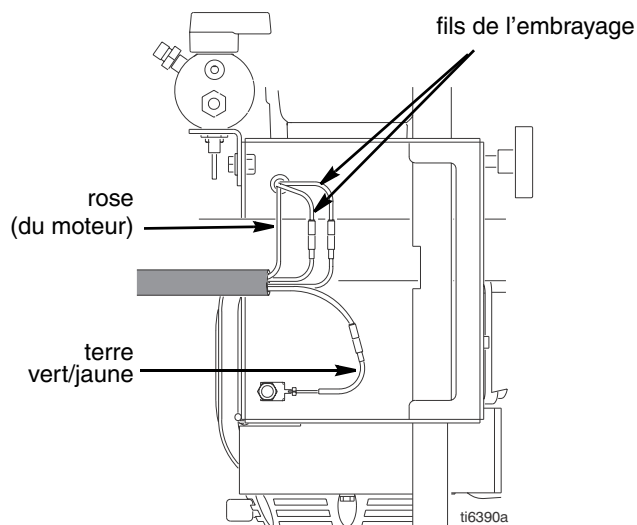

FIG. 12
2. FIG. 12. Débrancher tous les câbles nécessaires.
3. FIG. 12. Effectuer le câblage nécessaire.
- FIG. 12. Pousser la broche (31) dans le trou. Pousser le ressort de la bague d'arrêt dans la gorge tout autour de la bielle.